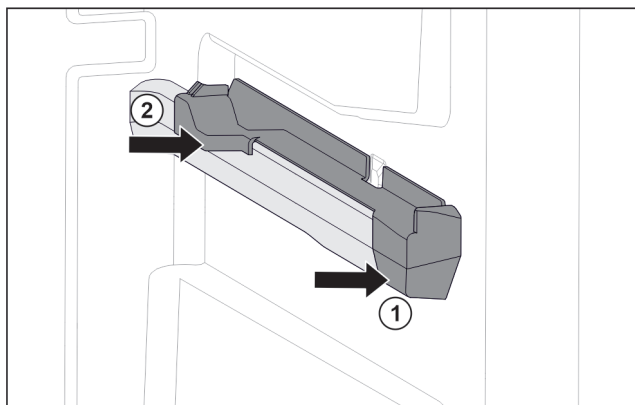

Fig. 115 Aufsteckteil auf der rechten Behälterrippe
- Aufsteckteil vorne an Behälterrippe ansetzen. Fig. 115 (1)
- Aufsteckteil hinten andrücken. Fig. 115 (2)